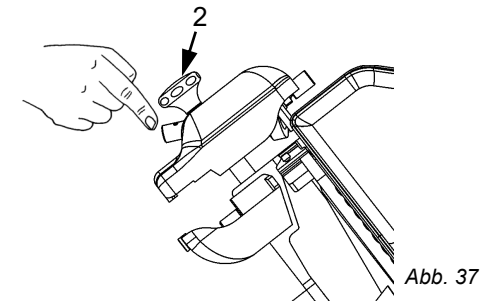

Abb. 37
- den Druckknopf 2 (Abb.37) drücken, das Schneideblatt zwischen den Schleifscheiben ungefähr 30/40 Sek. drehen lassen, bis sich auf der Klinge ein leichter Grat bildet;